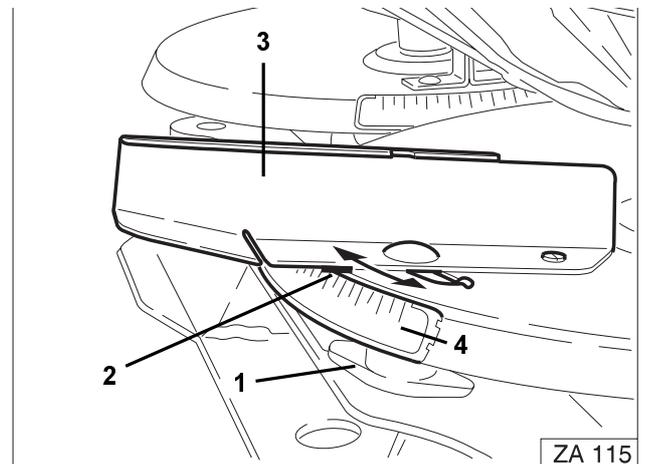

Fig. 31
- Flügelmutter (Fig. 31/1) lösen.
- Ablesekante (Fig. 31/2) der langen Schaufel (Fig. 31/3) auf den Wert "40" der Skala (Fig. 31/4) schwenken.
- **Flügelmutter (Fig. 31/1) wieder fest anziehen (werkzeuglos).**